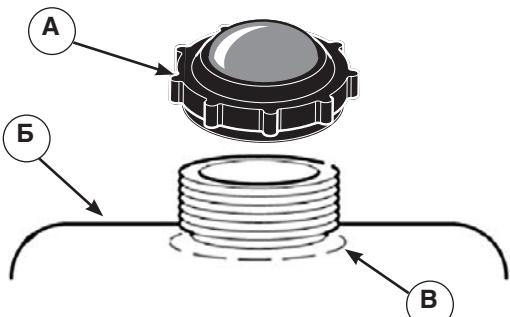

Рисунок 6
1. Очистите область вокруг крышки топливного бака от грязи и мусора. Снимите крышку (A, рис. 6). См. также раздел **Характеристики и органы управления**.
2. Наполните бак (B) топливом. Принимая в расчет расширение топлива, не заполняйте бак выше низа горлышка (C).